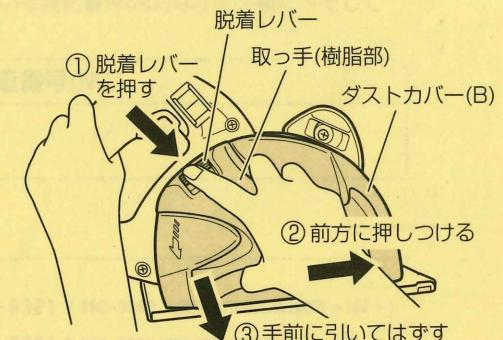

図1
1. ダストカバー(B)の取りはずし方 (図1参照)
- ダストカバー(B)を前方に押しつけながら、手前に引いてはずします③。